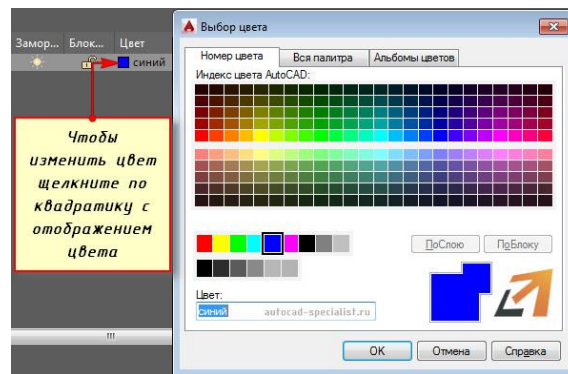

Рис. 6.
1) Як змінити колір шару в Автокаді? Потрібно натиснути на квадрат, який візуально відповідає за колір шару. Відкриється палітра для вибору потрібного кольору, як показано на рис. 6.